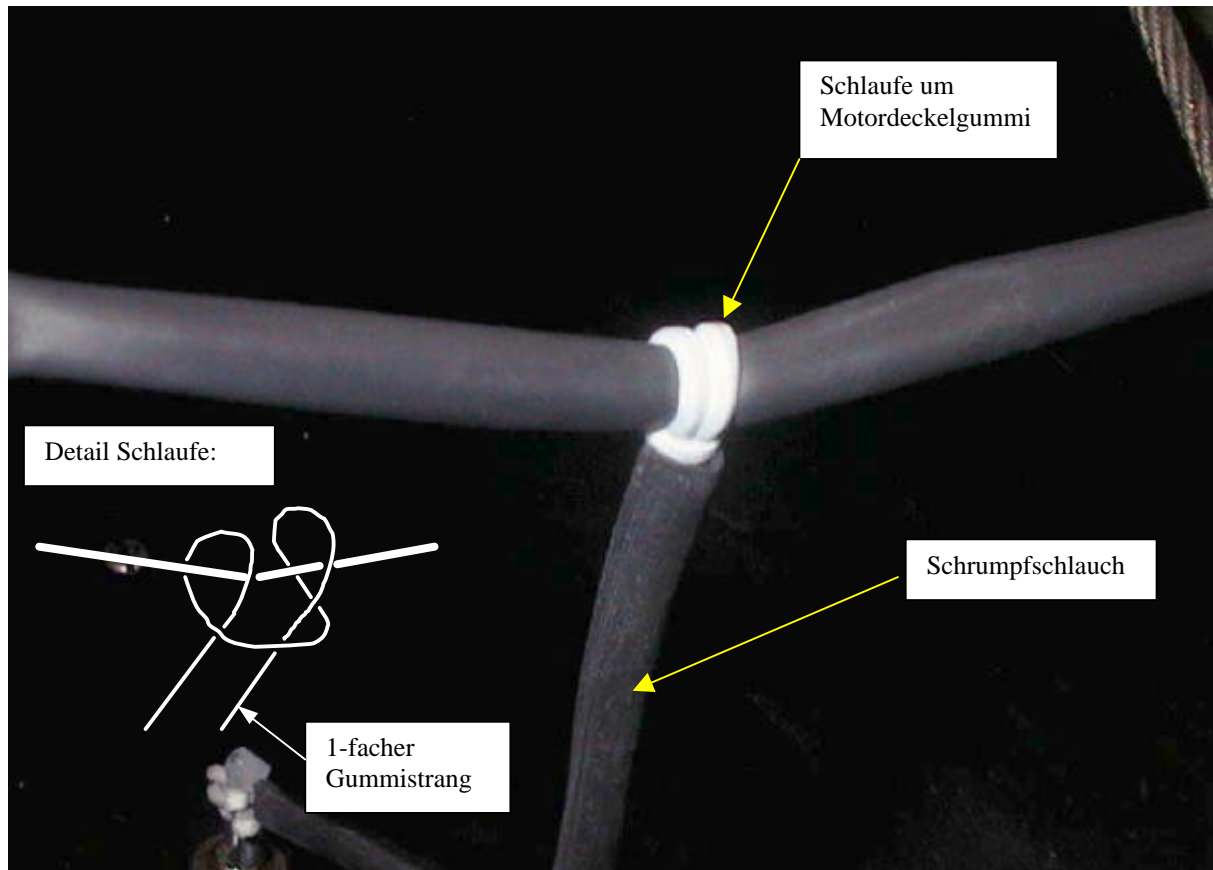

Bild 2: Verbindung des Abspanngummis mit dem Motordeckelgummi
5. Expandergummi $\varnothing 2\text{mm}$ wie in Bild 2 im „Detail Schlaufe“ gezeigt um das Motordeckelgummi schlingen.